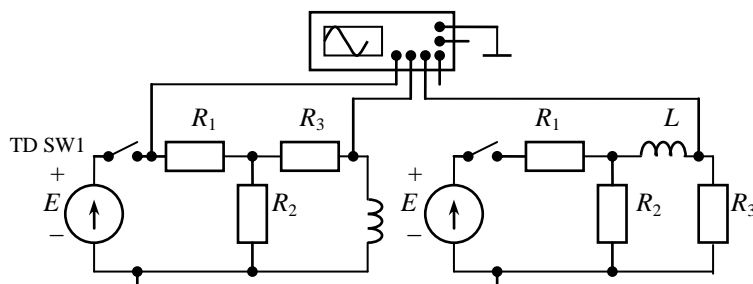

Рис.16. Электрическая схема с RL -элементами с корректными начальными условиями
Задание 1. Исследовать переходные процессы в электрической цепи (рис.16) с RL -элементами:
1. Собрать две электрические схемы, подключенные к одному четырехканальному осциллографу (см. рис.16). Параметры приведены в таблице. Режим измерения осциллографа - DC. Измерить постоянную времени τ .
2. При подключении и отключении источника измерить осциллограммы переходных процессов напряжения на индуктивности L и на резисторе R_3 (см. рис.16) в моменты времени $1\tau, 2\tau, 3\tau, 4\tau, 5\tau$.